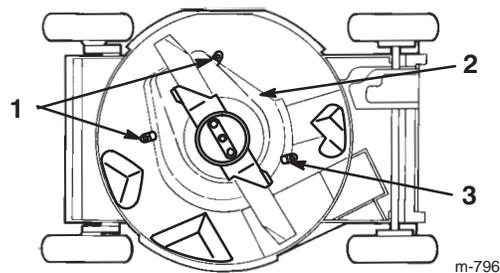

Figure 30
6. Débloquez les pattes qui fixent le bouclier de BBC à la tondeuse en desserrant les écrous ou les boulons des pattes (Fig. 30). Tournez les pattes à 180° pour les écarter.